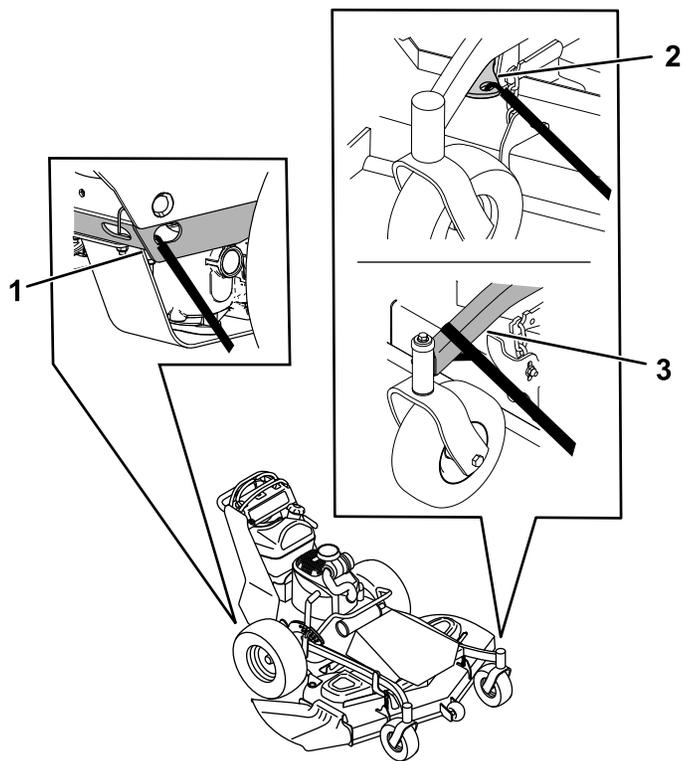

図 24
6. 前キャストホイールおよび後部バンパーを利用して機体をロープやチェーンなどで固定する 図 24。ロープ掛けや積荷固定については各地域の法令などに従ってください。